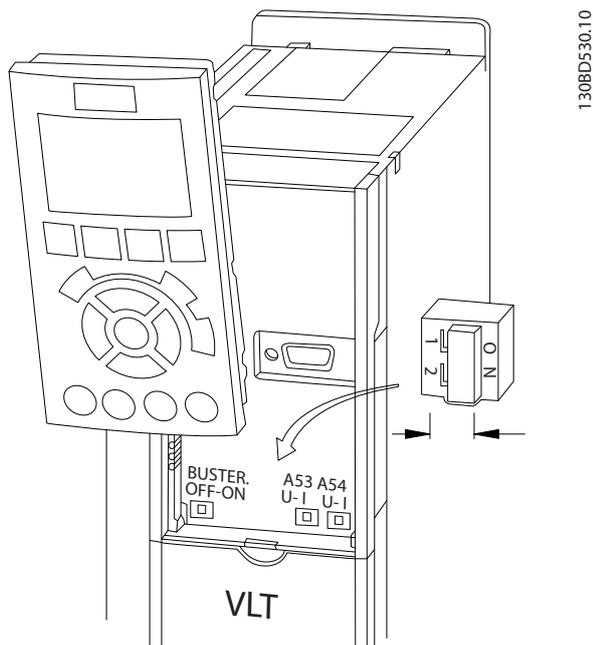

Abbildung 4.10 Lage der Schalter für die Klemmen 53 und 54
1. Entfernen Sie die LCP (siehe *Abbildung 4.10*).